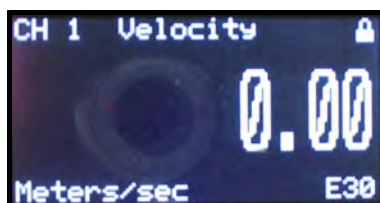

Figure 35: Ecran avec programme verrouillé
5. Appuyez sur [ESC] pour revenir au programme utilisateur, ou continuez d'appuyer sur [ESC] pour revenir à l'écran de visualisation. Si vous avez choisi de verrouiller complètement le **Sentinel LCT**, l'écran qui s'affiche est analogue à celui de la Figure 35 ci-dessous, avec un verrou plein à l'angle supérieur droit. (pour un débitmètre pour lequel seul le programme utilisateur est verrouillé, le verrou laisse apparaître un trou de serrure au centre.)